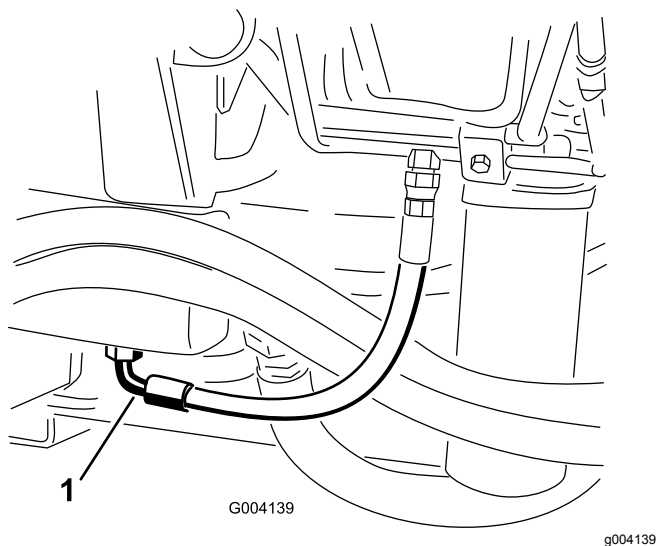

Рисунок 56
2. Установите большой сливной поддон под штуцер, расположенный в нижней части бака с гидравлической жидкостью (Рисунок 56).